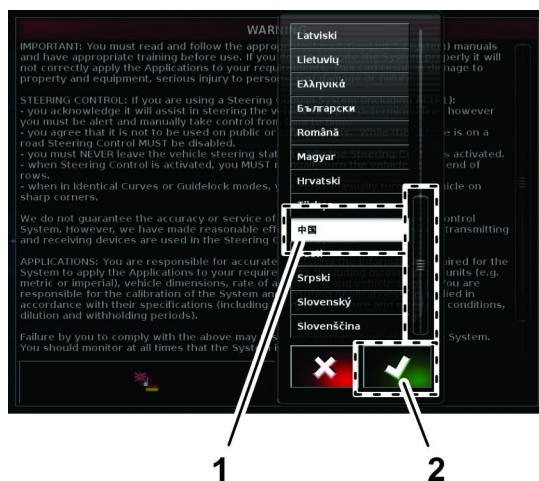

图 16
2. 在语言选择对话框中导览至您的首选语言从列表中选然后按 是图标图 16。